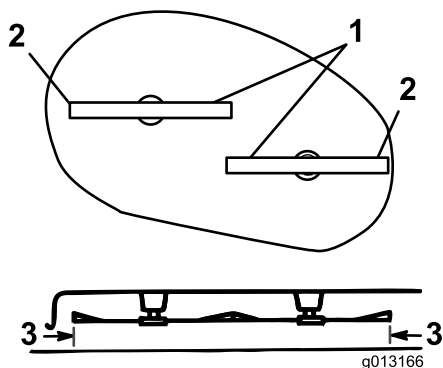

Figure 45
1. Tournez prudemment les lames pour qu'elles soient parallèles dans le sens transversal (Figure 45).
2. Mesurez la distance entre les tranchants extérieurs et le sol plat (Figure 45). Vérifiez que les mesures sont
4. Élevez ou abaissez le côté droit du carter du plateau de coupe en tournant les écrous jusqu'à ce que la distance entre les bords extérieurs des lames et la surface plane (Figure 45) soit identique pour chaque lame, à 3 mm près, et serrez les écrous des biellettes réglables avant et arrière.